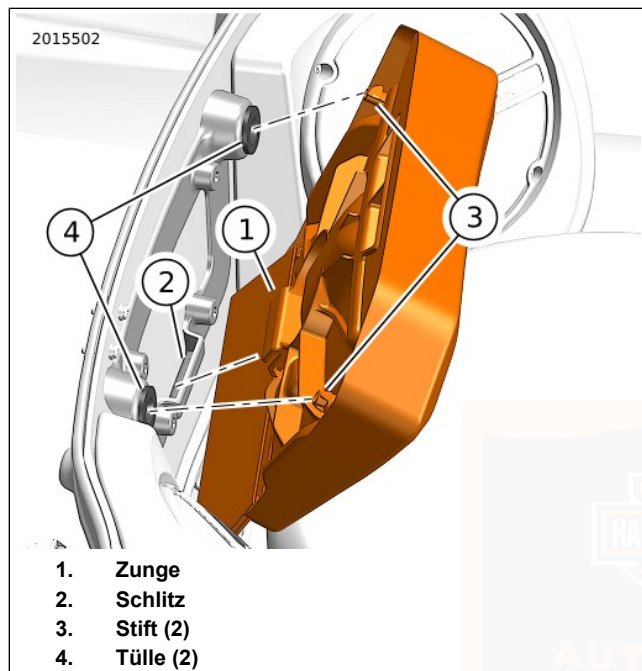
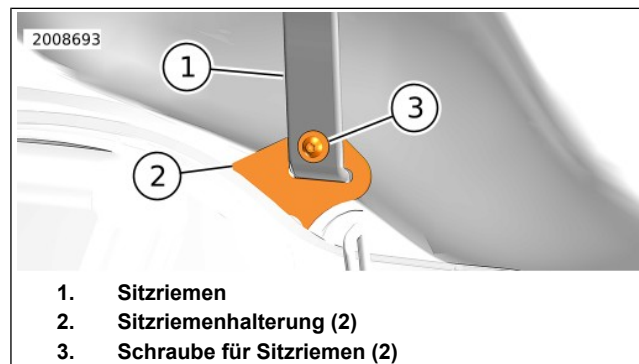

Abbildung 136. Untere Rückenlehne
Abbildung 137. Sitzriemen
- b. Siehe Abbildung 137. Die Sitzriemenschraube (3) entfernen.
- c. Den Sitzriemen (1) durch den Schlitz in der Sitzriemenhalterung (2) ziehen.
4. Siehe Abbildung 137. Den Sitzriemen einbauen.
- a. Das Ende des Sitzriemens (1) im Schlitz der Sitzriemenhalterung (2) einbauen.
- b. Die Sitzriemenschraube (3) einbauen. Festziehen.
2. Siehe Abbildung 136. Die untere Soziusrückenlehne vom Tour-Pak entfernen.
- a. Finger über die Stifte (3) legen und die untere Rückenlehne nach vorne ziehen, um sie von den Ösen (4) zu lösen.
- b. Anheben, um die Lasche (1) aus dem Schlitz (2) zu lösen.
6. Siehe Abbildung 137. Den Sitz nach vorne drücken und die Hinterkante des Sitzes anheben, bis die Halterung über dem Tour-Pak vorbeipasst. Den Sitz leicht nach hinten schieben, um den Schlitz von der Zunge an der hinteren Kraftstofftankhalterung zu lösen.
8. Siehe Abbildung 137. Den Sitzriemen einbauen.